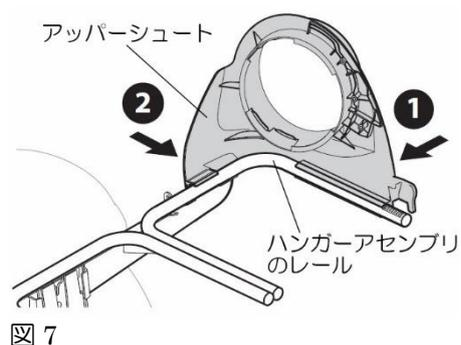

図7
1. まず、図7に示されているように、ハンガーアセンブリのレールにアッパーシュートのクリップをはめ込み(1)、大まかな位置決めをします。